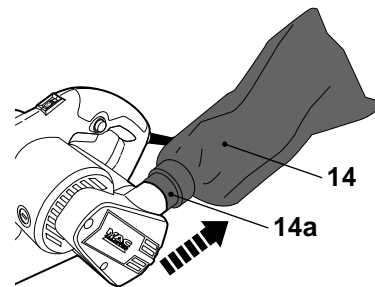

Fig. 8
- > Tenez et tirez sur le connecteur du sac à poussière [14a] pour retirer le sac à poussière [14] (Fig. 8).